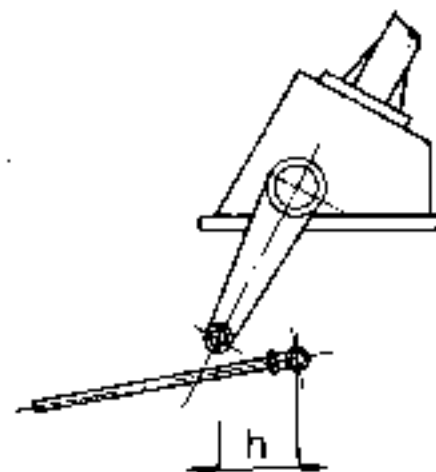

Fig. 144 - Posizione della leva sterzo con il volante tutto a sinistra.
- ruotare il volante verso sinistra, portando la leva dello sterzo tutta avanti (Fig. 144);
- misurare, mediante il calibro, la distanza (h) (Fig. 144).